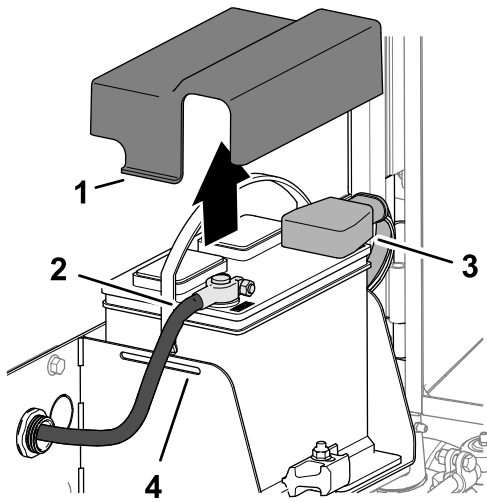

Figura 85
3. Presione los lados de la tapa de la batería y retire la tapa de la bandeja de la batería (Figura 85).